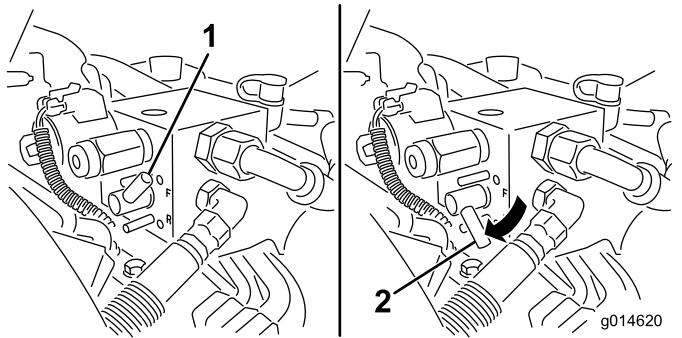

Figura 52
- Girate la leva di lappatura in posizione di RETROMARCA (R) (Figura 52).